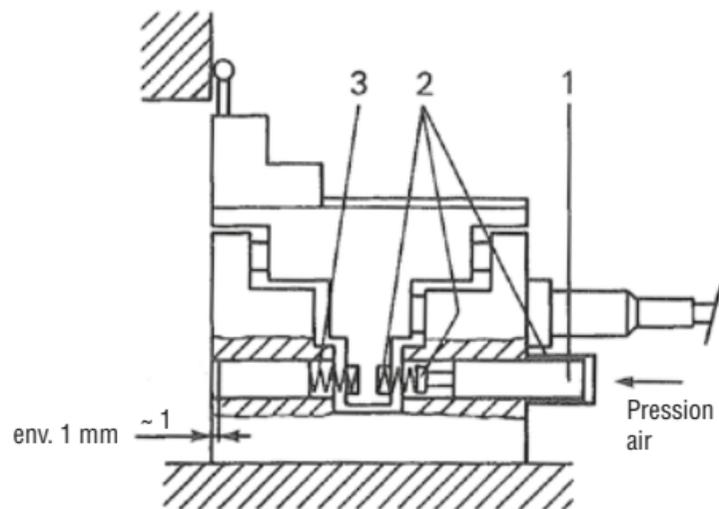

Fig. 4.
Relevage selon configuration de la figure 4.
Configuration selon figure 4
1. Monter le système de relevage selon la figure 4.